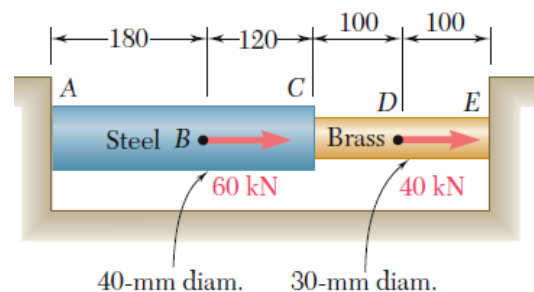

Figura 2.35
2.5.9 As barras da Figura 2.35 estão encastradas em A e em E. Determine o deslocamento axial da secção C. Dados: $E_s=200$ GPa e $E_B=105$ GPa